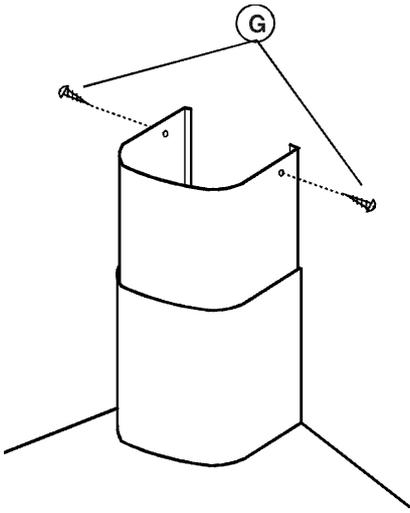

fig.15
7. Positionnez les cheminées assemblées sur la hotte. Faites particulièrement attention lors de la manipulation des cheminées télescopiques (surtout au moment de les appuyer sur le corps de la hotte) de ne pas les rayer. La cheminée supérieure doit être positionnée face au déflecteur et fixez-la à l'aide des 2 vis (G) (fig. 15).
6. Fixez la cheminée à l'aide des 2 vis (G) (fig. 15).